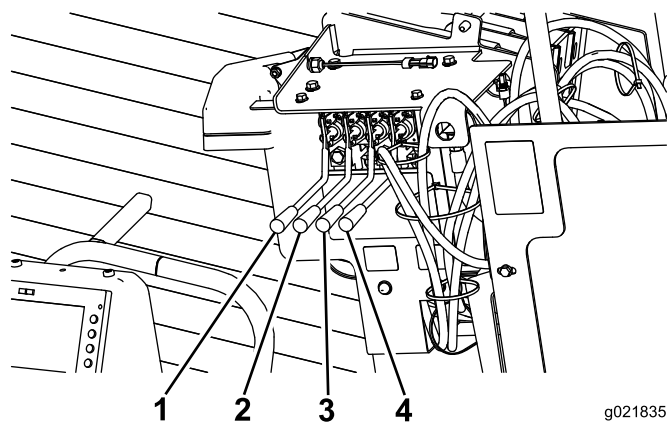

Figura 47
6. Pressione as duas alavancas da estaca de ancoramento direita para abaixar e girar o trado da estaca até seu completo assentamento (**Figura 47**).